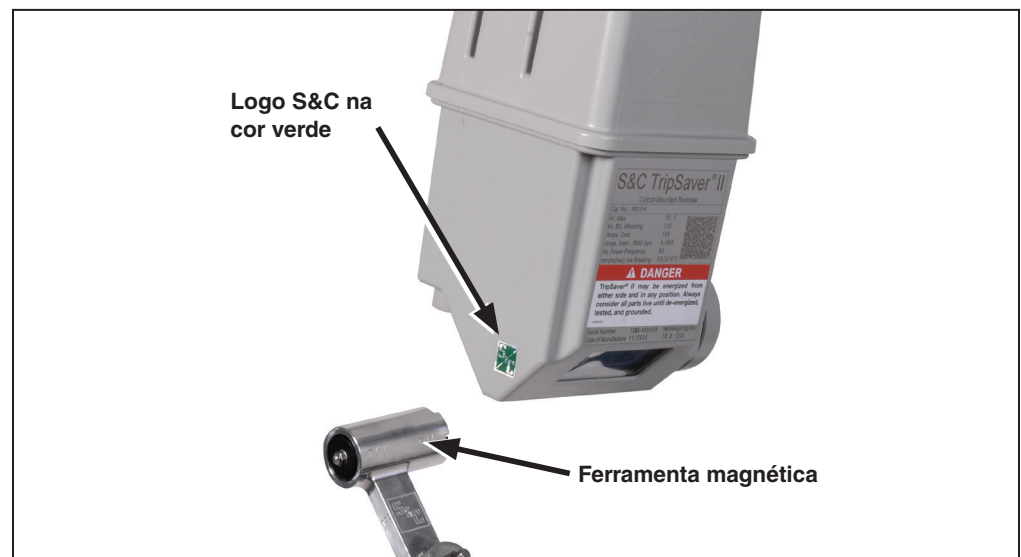

Figura 9. Acople a ferramenta magnética ao logo na cor verde.
- PASSO 3.** Acople a Ferramenta Magnética da S&C (ou outro ímã forte) ao logo verde da S&C na lateral do religador TripSaver II. Ver Figura 9. Isso deve ativar a comunicação dentro do religador TripSaver II, permitindo que ele seja pareado com o gateway de comunicação.